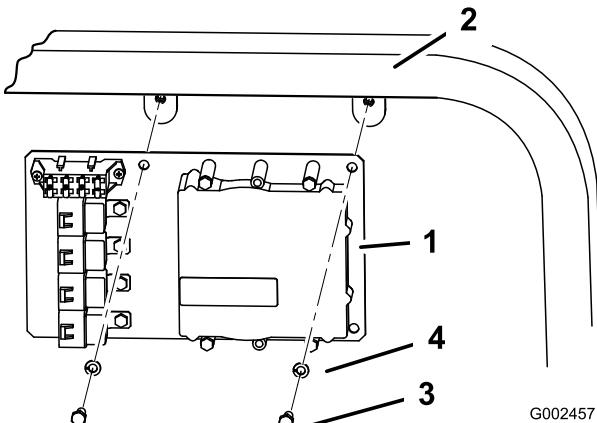

Figure 9
- A. Pour les modèles Multi-Pro 1200 et 1250, fixez la plaque de montage avec 2 boulons (5/16 x 3/4 pouce) et 2 rondelles de blocage (5/16 pouce) comme illustré à la Figure 9.